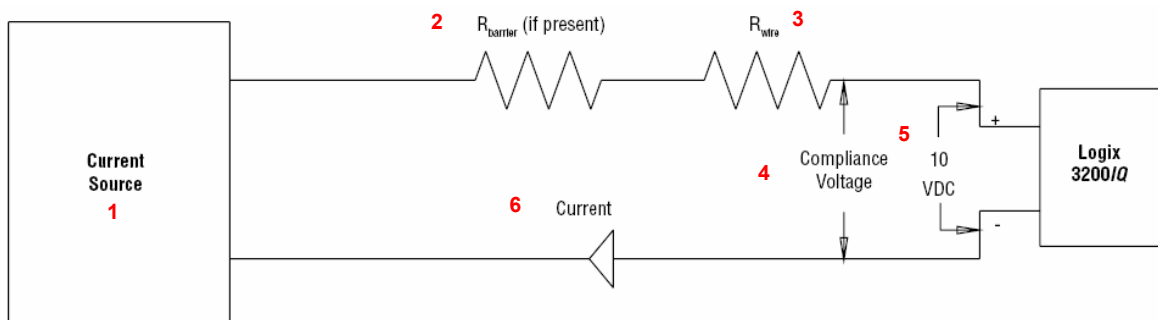

Рисунок 7. Напряжение питания
6.3 Выходное напряжение источника питания (см. рис. 7)